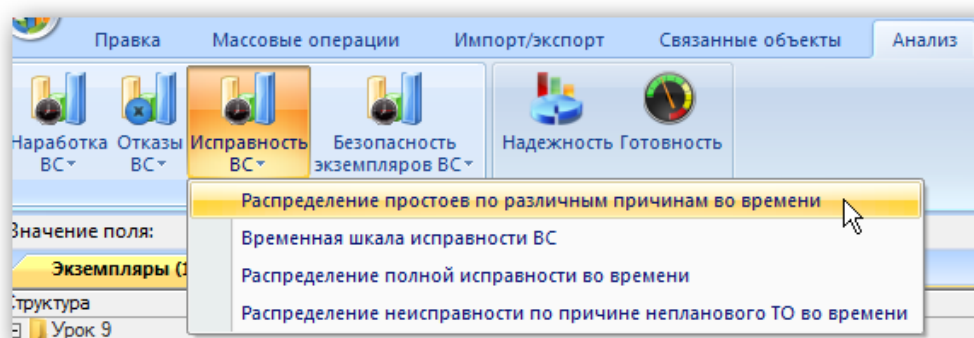

Рис. 13-378 – Выбор диаграммы по исправности
- 3) Нажать кнопку «Исправность ВС» панели «Диаграммы» на вкладке «Анализ» и выбрать пункт «Распределение простоев по различным причинам во времени» (рис. 13-378).